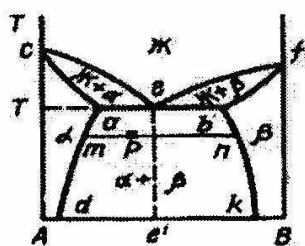

Рис. 11
1.3.38. Линия растворимости А в В диаграммы состояния системы А-В – это линия (рис. 11)...